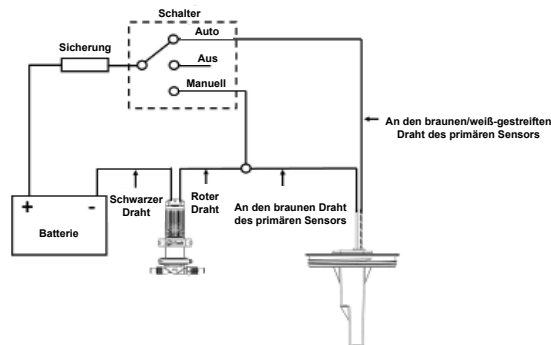

Abbildung 9 Schaltbild
- **WARNUNG:** Die Montage **muss** durch einen qualifizierten Elektriker durchgeführt werden. Eine falsche Verkabelung kann zu einem Brand mit Verletzungs- oder Todesfolge führen. Die empfohlenen Verdrahtungsinformationen (Abbildung 9) dienen nur als Richtlinie und die Verdrahtung **muss** den geltenden elektrischen Normen entsprechen. Es **müssen** Sicherungen oder Leistungsschalter mit entsprechender Größe installiert werden.